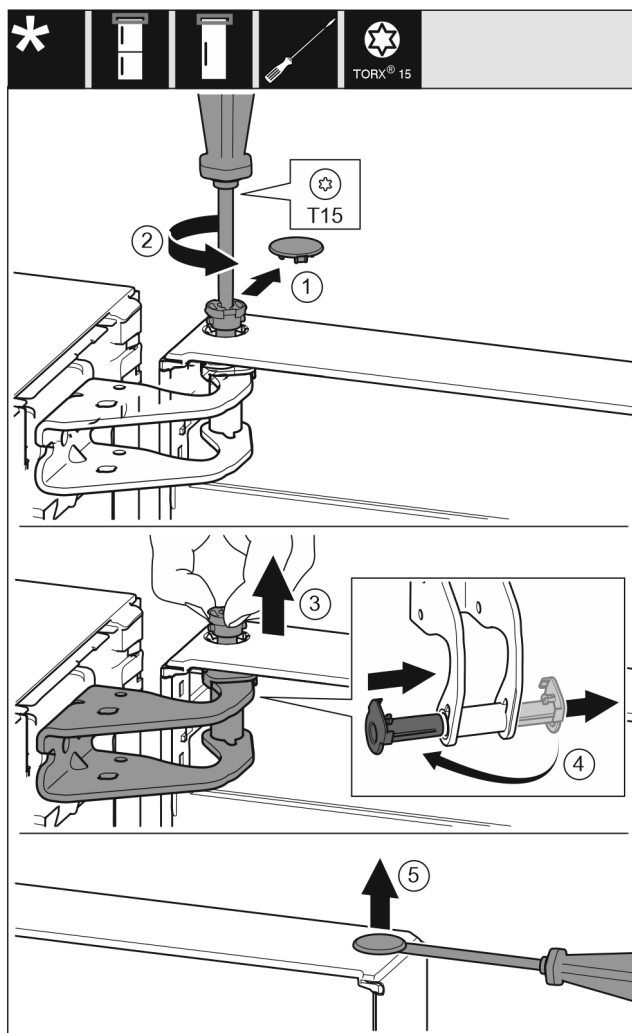

Fig. 7
- ▶ Trekk sikringsdekslet forsiktig av. Fig. 7 (1)
- ▶ Skru boltene ut et stykke med skrutrekker T15. Fig. 7 (2)
- ▶ Hold fast døren, og trekk boltene ut med fingrene. Fig. 7 (3)
- ▶ Trekk lagerbøssingen ut av føringen. Sett den inn fra den andre siden, og la den klikke på plass. Fig. 7 (4)
- ▶ Løft proppen forsiktig ut av dørens lagerbøssing med en skrutrekker, og trekk den ut. Fig. 7 (5)